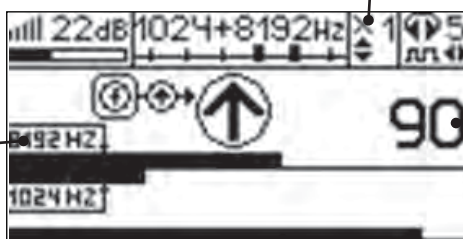

Рис.5.5
4. «Назначение» производится нажатием кнопки **f** при расположении датчика точно над «выделенной» коммуникацией, считающейся «своей». После этого указатель направления сигнала приобретает вид - (↑). При переходе на «чужую» коммуникацию с другим «направлением сигнала» (или при изменении положения датчика на «обратное») прозвучит уведомление и стрелка покажет «направление сигнала - назад (↓)» (рис.5.5)
Если при работе с ДКИ присутствует перегрузка входа, не устраняющаяся регулятором чувствительности «III» (сигнал слишком велик при чувствительности «0dB»), то можно воспользоваться аттенюатором, встроенным в ручку ДКИ. Положения переключателя аттенюатора соответствуют: «O» - нет подавления сигнала (1/1), «I» - слабое подавление сигнала (1/5), «II» - сильное подавление сигнала (1/25). (рис. 5.5)